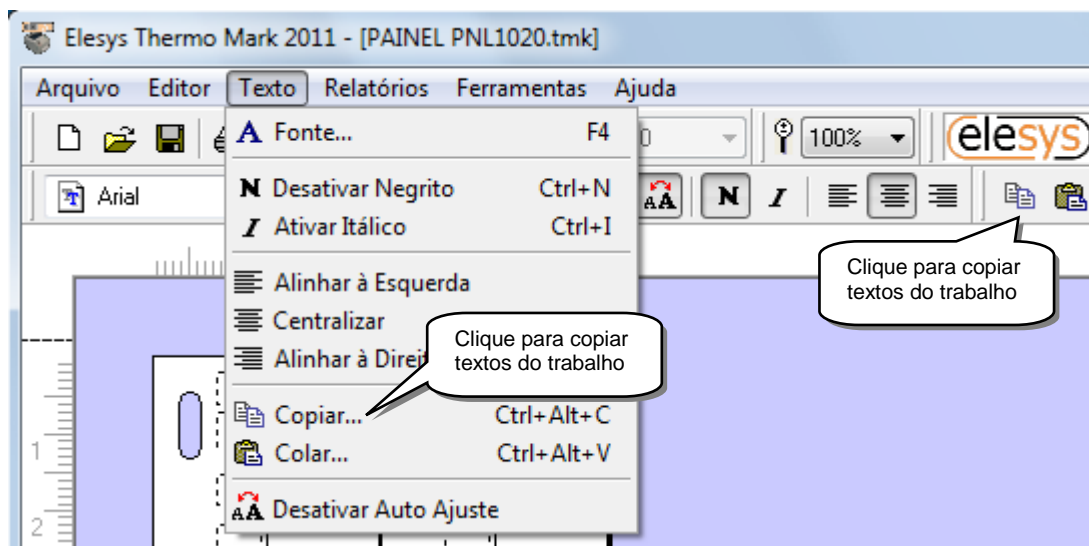

Figura 7.11.1
- Para selecionar os textos a serem copiados e depois efetuar a cópia, selecione a opção “Copiar” do menu “Texto” ou clique no botão “Copiar” da barra de ferramentas superior (figura 7.11.1).